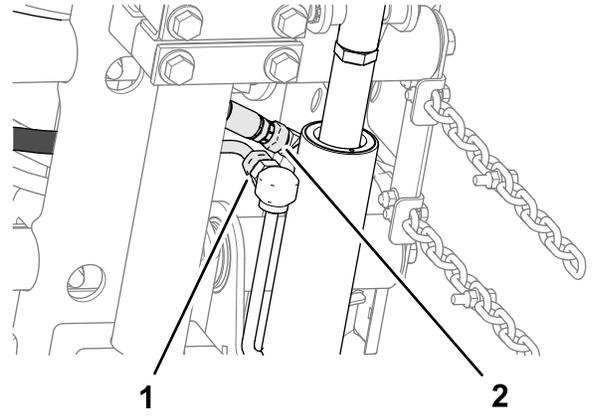

图 16
2. 对齐承载板和安装板之间的隔片图 16 并使用托架螺栓 $\frac{3}{8}$  x 1 $\frac{1}{4}$  英寸和凸缘锁紧螺母 $\frac{3}{8}$  英寸松动地组装板和隔片。